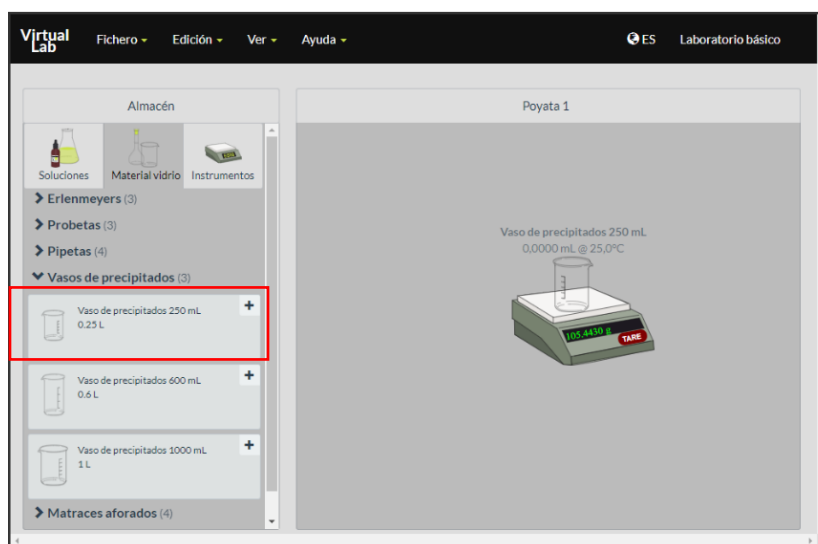

Figura 3. Simulador *Making stock solutions from solids*.
3. Ingrese a **Material vidrio > Vasos de precipitados** (figura 3) y coloque el vaso de precipitados de 250 [ml] sobre la balanza para registrar su masa. $m_{vaso} = \underline{\hspace{2cm}}$